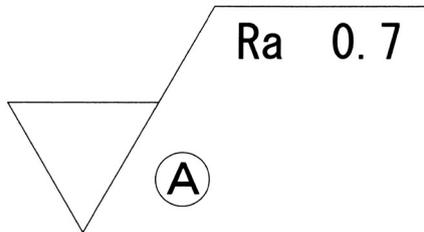

図1
- 図1でⒶの部分に指示する記号は(16)を示す記号であり、(17)などがある。また、「Ra0.7」は(18)が0.7 (19)であることを表す。